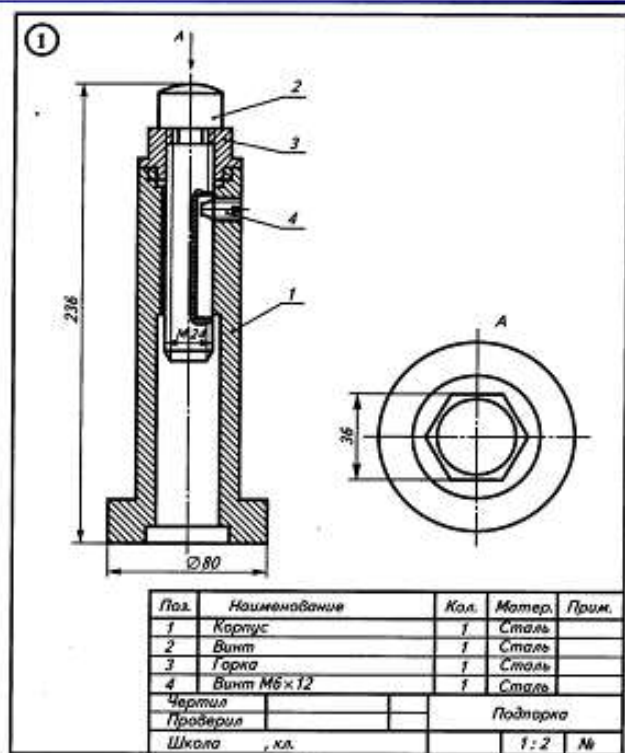

Рис. 85
3. На формате 1. Построить эскизы и технический рисунок деталей поз. 1,2,3, Подпорки по данным рис. 85 (1).